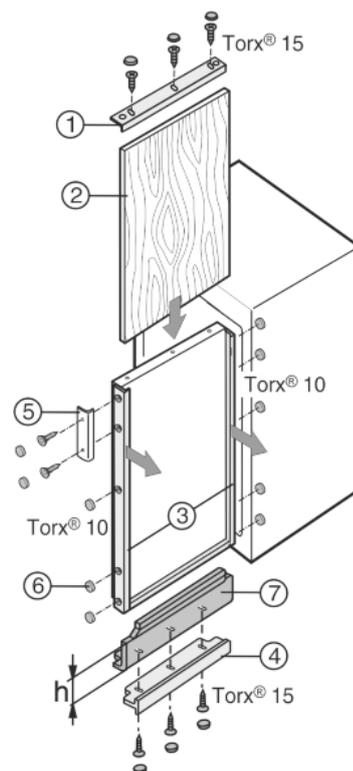

Fig. 40
- ▶ Dévisser les cadres d'habillage Fig. 40 (1, 4) en haut et en bas.
- ▶ Sur les autres cadres d'habillage Fig. 40 (3), ne dévisser que les vis et tirer les cadres d'habillage vers l'avant.
- ▶ Insérer le panneau décor Fig. 40 (2).
- ▶ Poser les bandeaux d'ajustage Fig. 40 (7) en bas ou en haut.
- ▶ Poser les cadres d'habillage Fig. 40 (1, 4) par-dessus et revisser.
- ▶ Repousser et revisser les cadres d'habillage Fig. 40 (3).
- ▶ Visser la poignée Fig. 40 (5).
- ▶ Clipser les caches Fig. 40 (6) sur toutes les tête de vis.
Quand un panneau décor est déjà disponible, mais que celui-ci est trop petit en hauteur, il peut être adapté avec des bandeaux d'ajustage Fig. 40 (7) de différentes hauteurs.